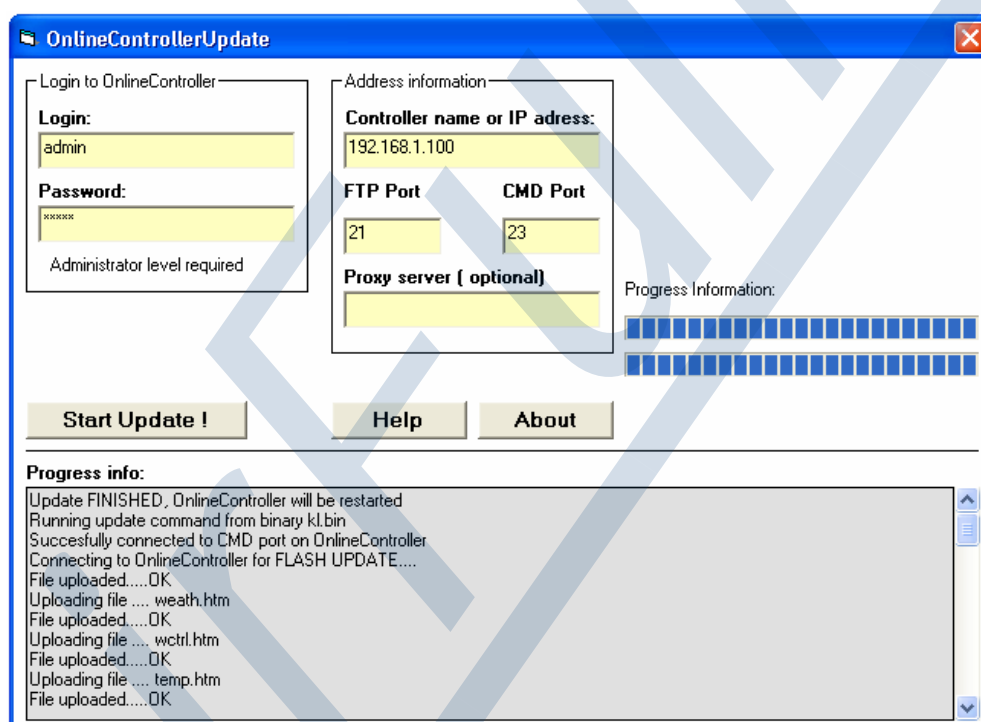

Рисунок 30
- После успешного окончания процесса актуализации в информационной части окна отобразится текст : **Update FINISHED, Online Controller will be restarted** (смотри рисунок 30).